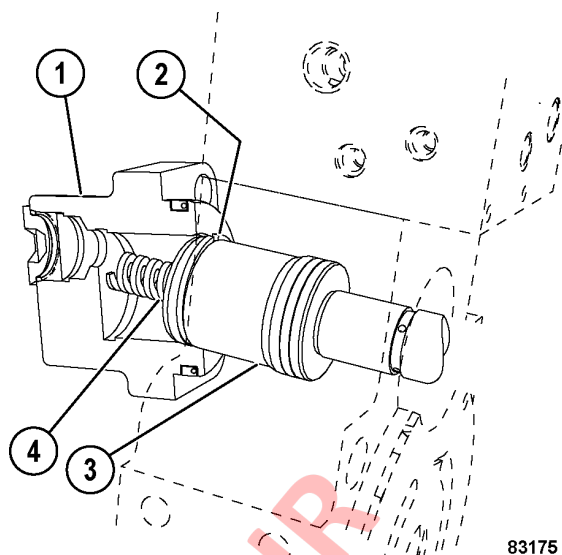

FIGURA 6-16. INSTALACIÓN DEL SELLO
- Doble la vejiga y sáquela de la carcasa del acumulador. Para retirarla con mayor facilidad, gire la vejiga para disminuir el esfuerzo necesario (Figura 6-16). Si la vejiga es resbaladiza, sujétela con un paño.